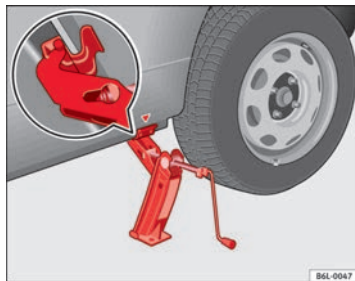

Abb. 138 Wagenheber
- Richten Sie den Wagenheber so aus, dass seine Klau den Steg des Unterholms umfasst und die bewegliche Grundplatte plan auf dem Boden aufliegt ⇒ Abb. 138.